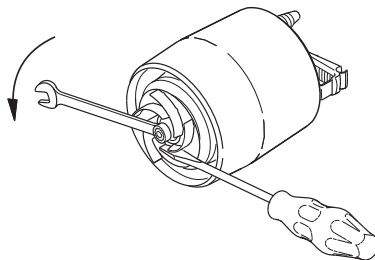

Fig. 13 Sådan afmonteres løberen
6. Skru møtrikken (nøglevidde 13 mm) på motorakselen af. Brug en skruetrækker til at forhindre at løberen drejer rundt. Se fig. 13.